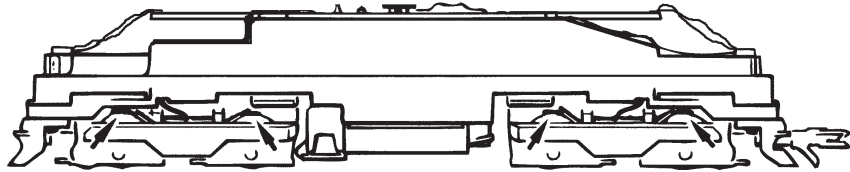

Fig. 10
**3. Haftreifenwechsel:** Zuerst den Getriebedeckel abnehmen (Fig. 4). Danach den **Radsatz** herausnehmen und die **Haftreifen** mit einer Nadel od. mit einem feinen Schraubendreher abziehen (Fig. 10). Beim Aufziehen der neuen Haftreifen darauf achten, dass diese sich nicht verdrehen.
**3. Change of traction tyre:** Remove the gear cover (fig. 4). Take out **wheel set** and remove **traction tyre** using a pin or a fine screwdriver (fig. 10). When pressing on the new traction tyre please **avoid twisting it**.
**3. Échange des bandages d'adhérence:** Démontez d'abord **le couvercle du carter des engrenages** des engrenages (fig. 4). Délogez ensuite les essieux bandagés et enlevez, à l'aide d'une aiguille ou d'un tourne-vis fin, les bandages d'adhérence (fig. 10). Lors du montage des nouveaux bandages veuillez veiller à ce que les bandages **ne soient pas tordus**.